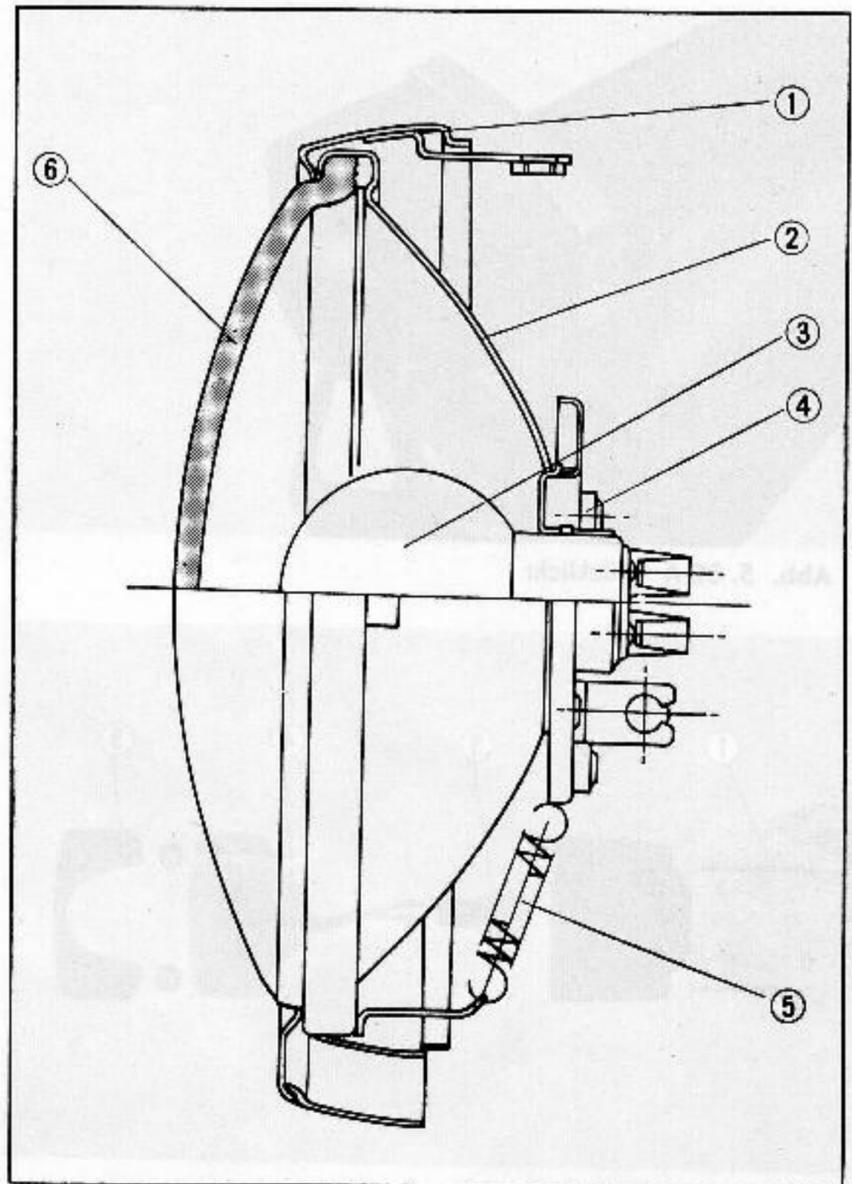

Abb. 5. 31 Aufbau des scheinwerfers
(Abb. 5. 31)
- (1) Heizfaden gebrochen Ursachen hierfür sind übermäßige Vibration hauptsächlich bei schlechtem Straßenzustand oder zu hohe Spannung. Die Birne muß ausgetauscht werden. (Abb. 5. 31)
- (2) Schlechter Kontakt der Birne mit der Fassung.
- (3) Kabelbruch an der Klemme.